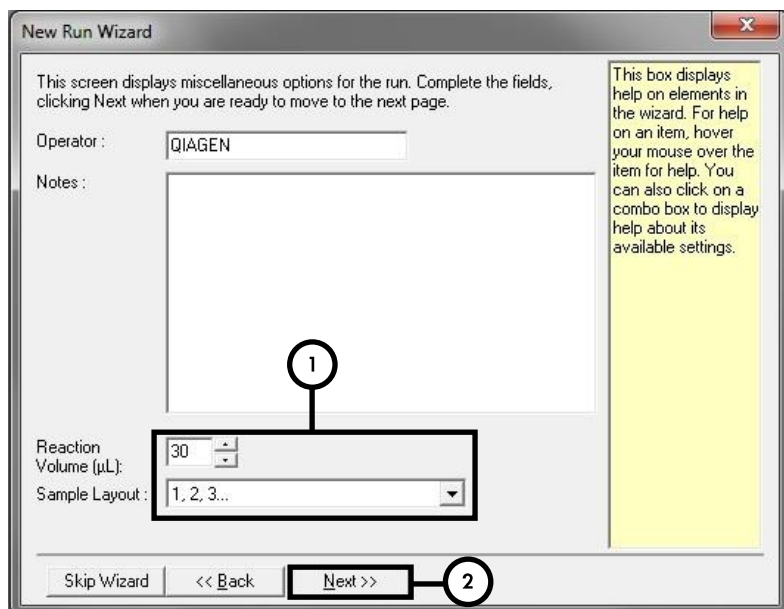

Figura 3. Configuración de los parámetros generales del test.
8. Seleccione **30** para el volumen de reacción de PCR y haga clic en **Next** (figura 3).